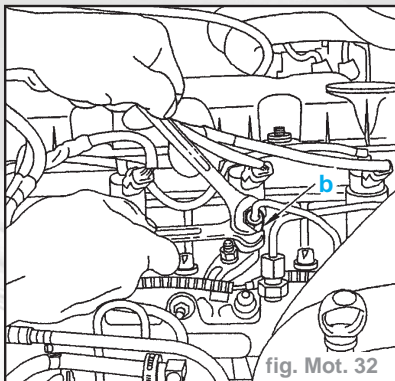

fig. Mot. 32
- Appliquer un contre-couple en "b" (fig. Mot. 32).